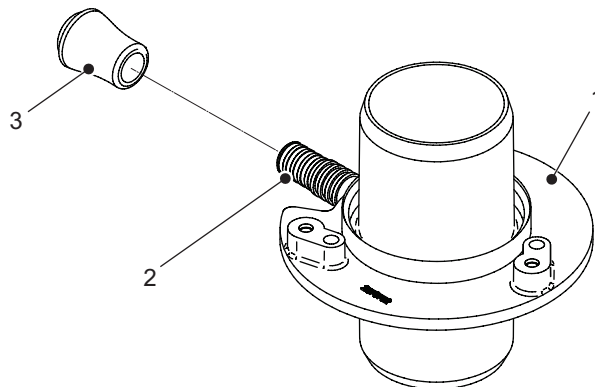

Figure 9 : Adaptateur vapeur
- a. Installer et fixer le bouchon d'extrémité (fourni) sur la raccord de refoulement de l'adaptateur vapeur, à l'aide d'un collier à ressort fourni. Consulter la Figure 9.